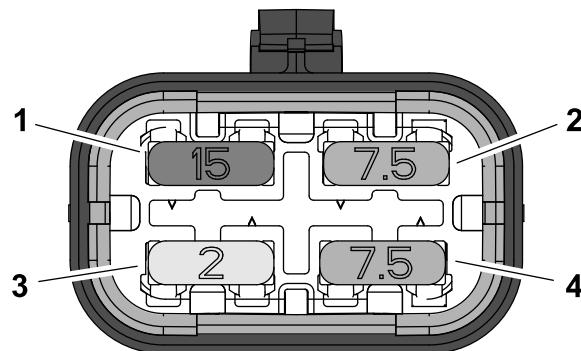

Figura 43
3. Insira um novo fusível no encaixe do bloco de fusíveis (Figura 43).